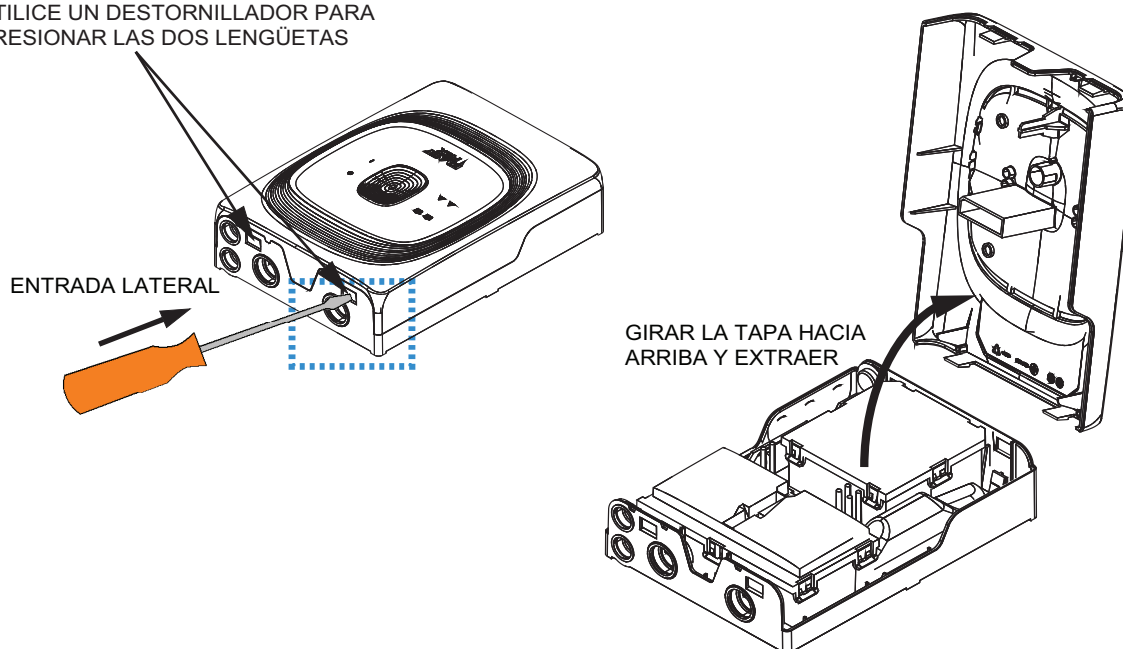

Figura 3-4: Desmontaje de la tapa
1. Con un pequeño destornillador u otra herramienta adecuada, presione las dos **lengüetas del lado de la entrada del FAAST FLEX direccionable** (véase la Figura 3-4).
4. Retire la tapa como se muestra en la Figura 3-4.